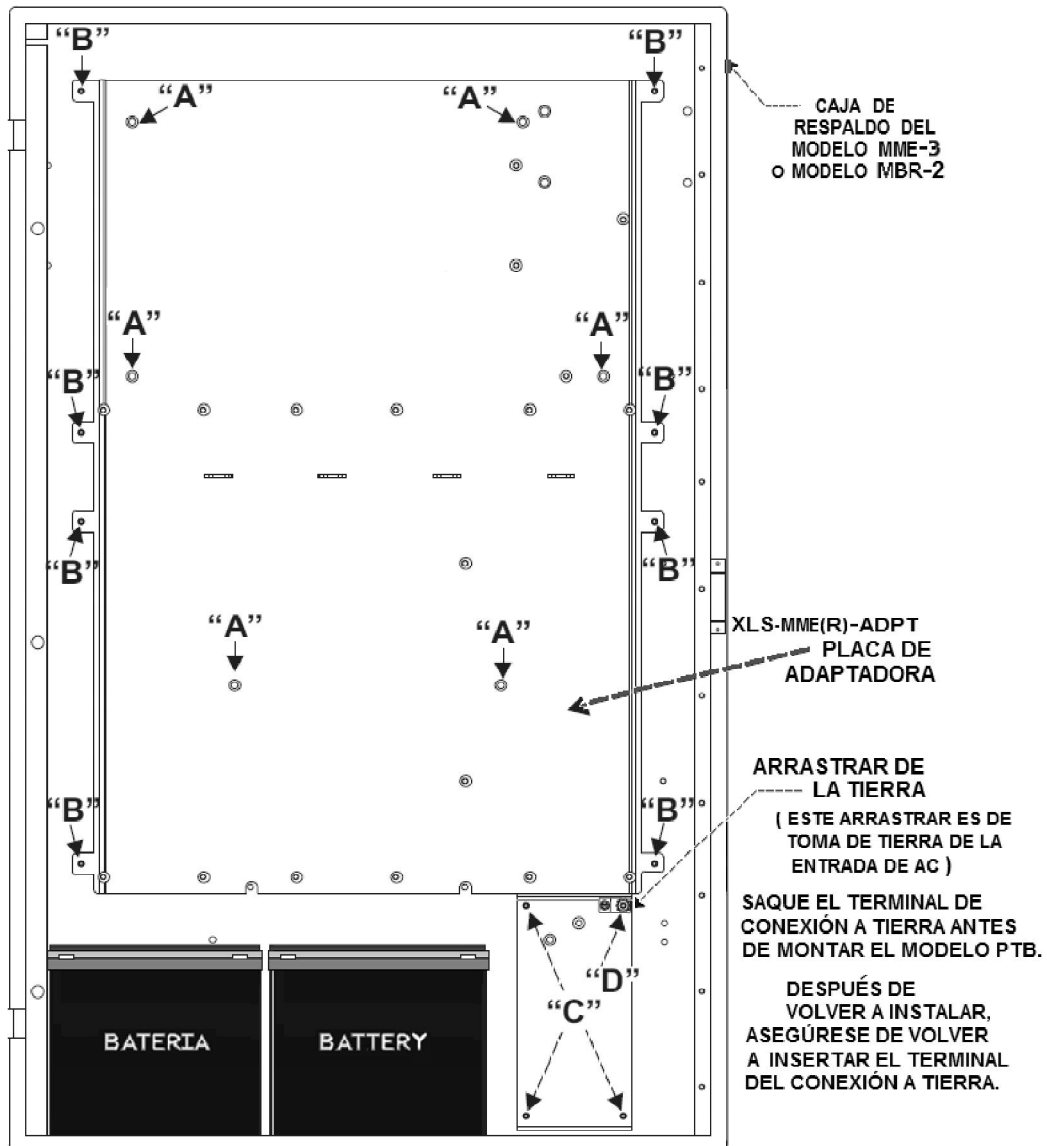

Figura 1
1. Coloque el XLS-MME3-ADPT sobre los vástagos del compartimento posterior y sujételo con las seis contratuercas de brida hexagonal n° 1/4 -x- 20 suministradas en los lugares marcados como "A" según se muestra en la Figura 1.
2. Pueden montarse dos modelo CAB-MP sobre el modelo XLS-MME3-ADPT utilizando los vástagos marcados como "B" y mostrados en la Figura 1. En el fondo de la carcasa, también hay espacio para dos de modelo PTB y un conjunto de baterías de hasta 15 AH de capacidad.
- Hay espacio en la parte inferior derecha del modelo XLS-MME3_ADPT para montar un modelo PTB sobre los vástagos marcados como "C" y "D" en la Figura 1.